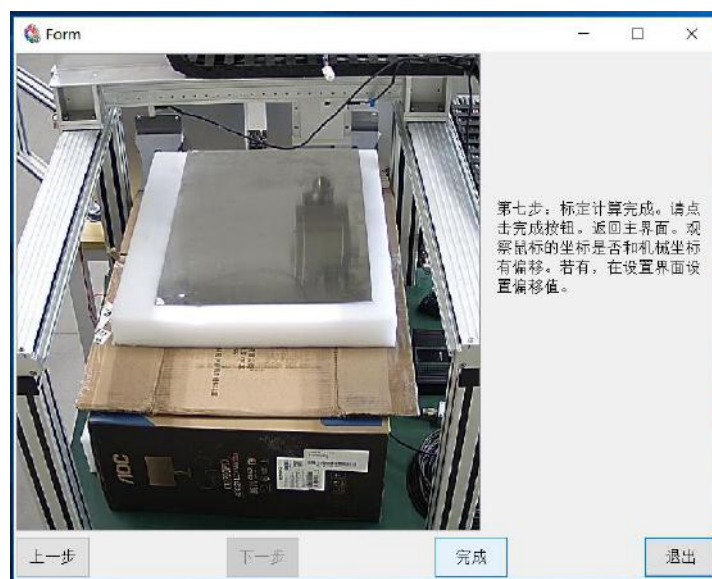

图 13.7 标定完成
- 第四个点标定完后，点击“下一步”，完成相机标定，如图 13.7 所示：